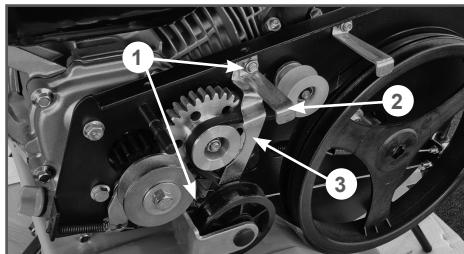

Рис. 28 Снятие ремня заднего хода
- Открутите болты и гайки 1 крепления успокоителя 2 ремня переднего хода и ограничительной пластины 3 ремня заднего хода и снимите успокоитель 2 и пластину 3 (Рис. 28).